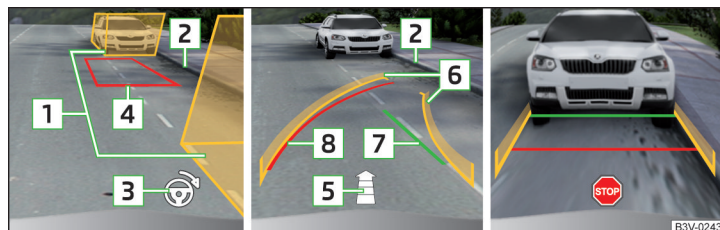

Fig. 281 Afișarea pe ecran
- Opriti autovehiculul astfel încât în spațiul dintre casetele ajutatoare **❶** » fig. 281 să nu se afle niciun obstacol, iar caseta din spate să nu treacă peste limita laterală a spațiului de parcare (de ex. bordură) **❷**.
- Rotiți volanul în direcția recomandată **❸**, până când culoarea trapezului **❹** devine verde. Mențineți volanul în această poziție.
- Când pe ecran apare săgeata **❺**, deplasați-vă în marșarier (la deplasarea în marșarier săgeata din spațiul de parcare se micșorează).